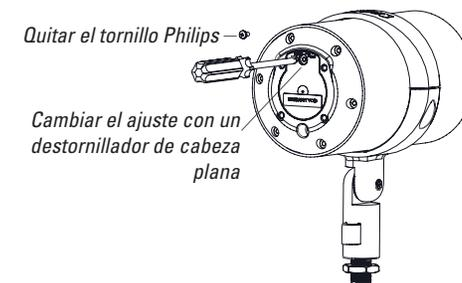

Figura 19
3. El altavoz L41XC se suministra con el transformador configurado a 60 W y **es necesario reajustarlo en BYPASS**. Utiliza un destornillador de punta Philips para quitar el tornillo Philips protector tal como se muestra en la Figura 19.